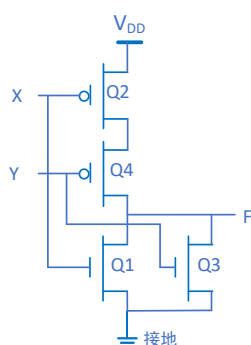
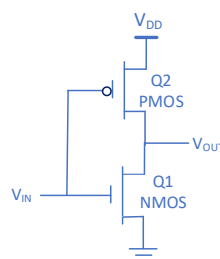

图 1.6 或非门原理图
图 1.7 非门原理图
1) 基本原理。根据数字电路原理，或门是由或非门级联反相器构成。或非门、非门（反相器）的原理如图 1.6 和图 1.7 所示。